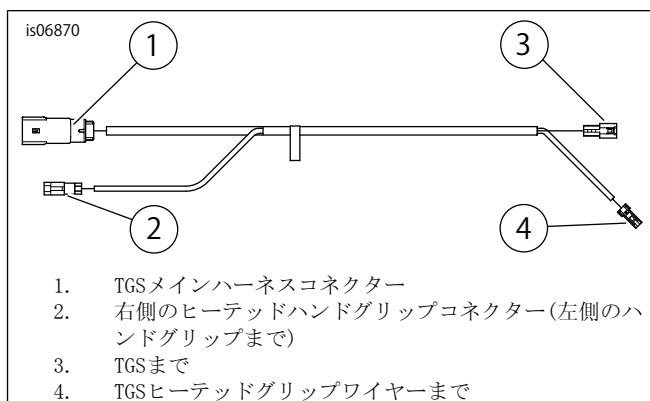

図4。TGSジャンパーハーネス
4. 図4を参照してください。新品のTGSジャンパーハーネスをTGSに取り付けます。